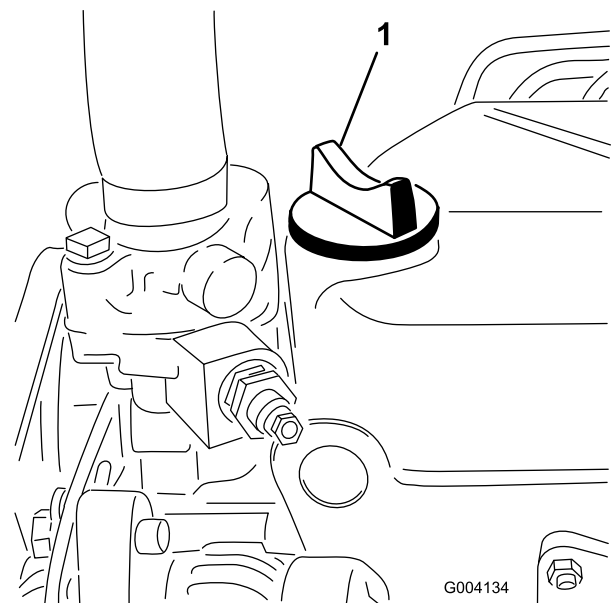

Figure 27
5. Si le niveau n'atteint pas le repère maximum, enlevez le bouchon de remplissage (Figure 27) et faites l'appoint jusqu'à ce que le niveau correct soit atteint. **Ne remplissez pas excessivement.**